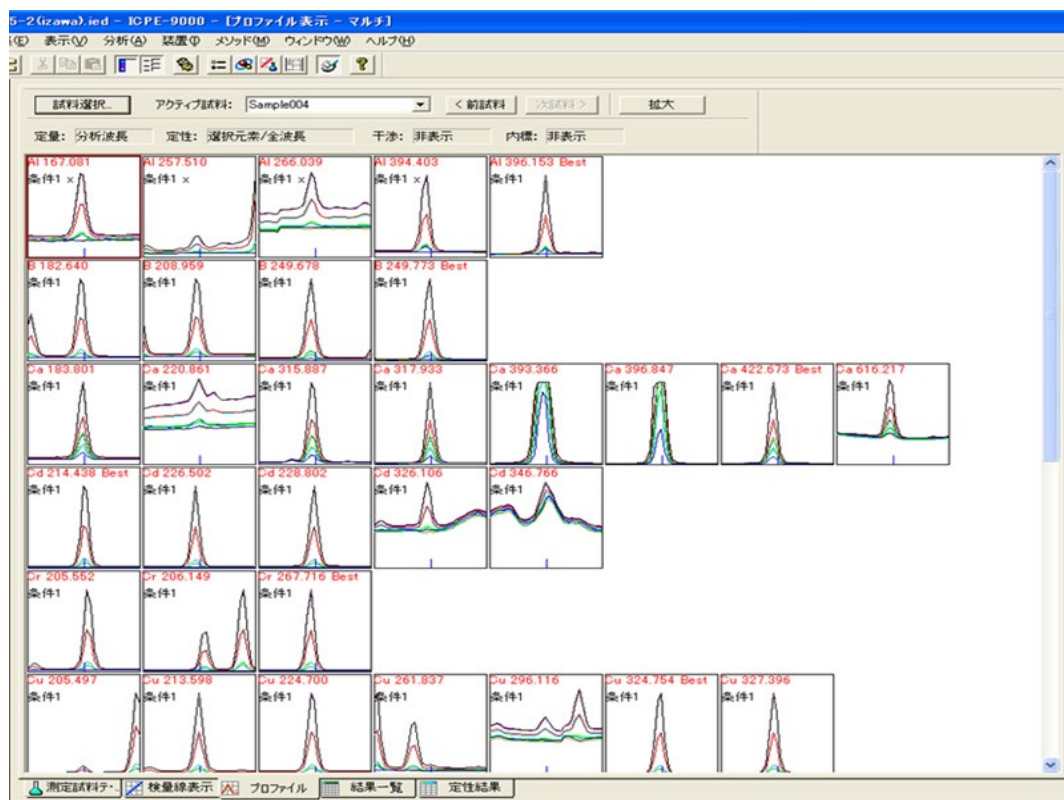

図 45
- ③ 選択した試料のピークプロファイルが多重表示されます。 図 45